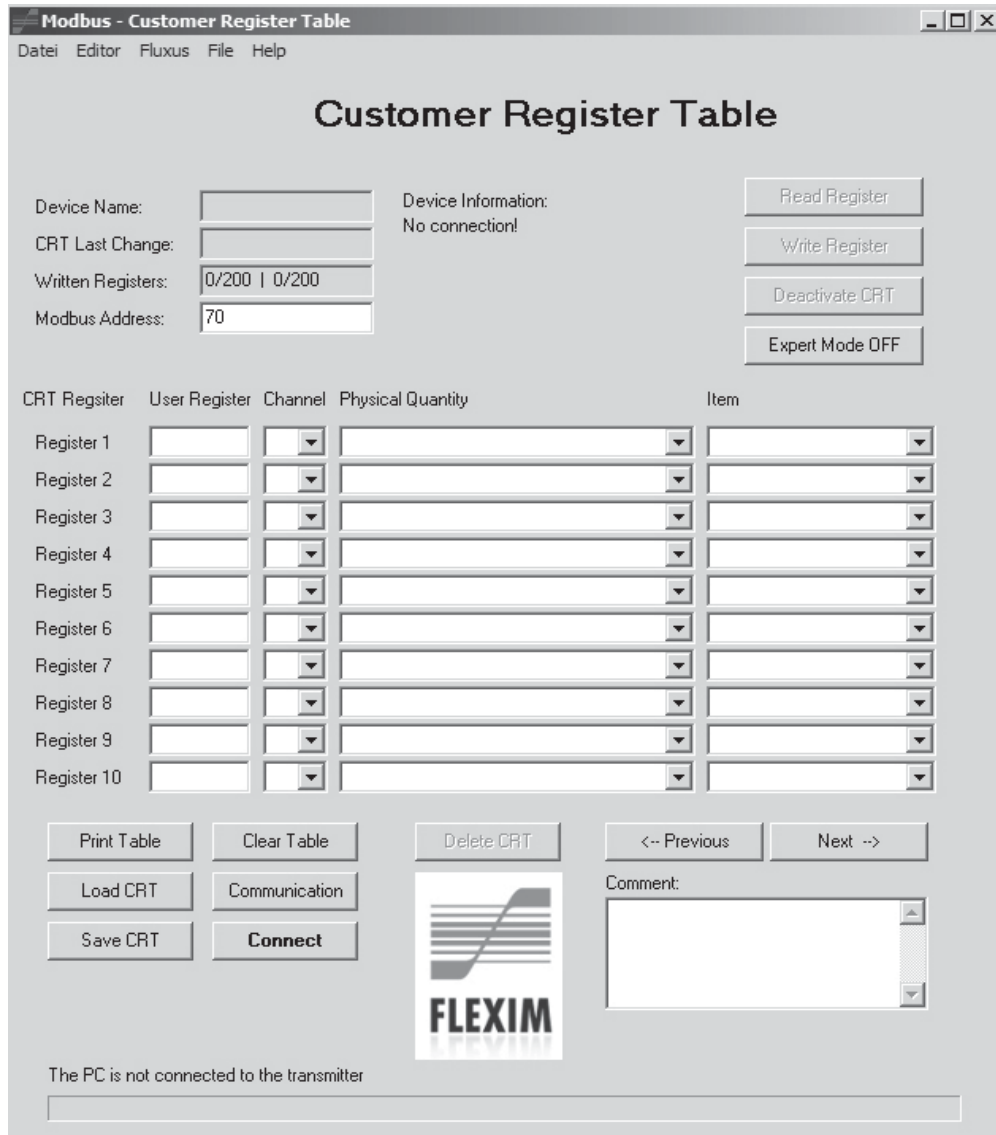

Abb. B.1: Startfenster
Das Startfenster wird geöffnet (siehe Abb. B.1).
- Klicken Sie im Startfenster auf die Schaltfläche Communication (siehe Abb. B.1).
- Klicken Sie im Startfenster auf die Schaltfläche Connect (siehe Abb. B.1).